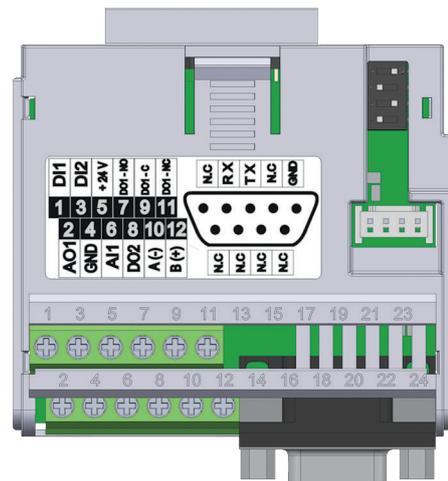

Рисунок 19.2: Подключаемый модуль CFW500-CRS232
Вставной модуль CFW500-CRS232 имеет последовательный (1) интерфейс через порт RS-485 на клеммах 10 (A-) и 12 (B+), а также последовательный (2) интерфейс через порт RS-232 на стандартном разъеме DB9, см. Рисунок 19.2 на странице 19-1.